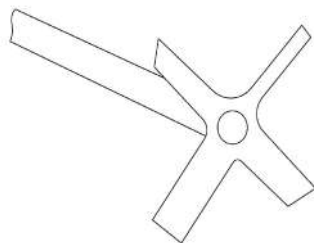

Рис. 66. Пропеллерная четырехлопастная мешалка
10. **Пропеллерная четырехлопастная мешалка** (рис. 66) — стандартный лабораторный элемент для верхнего электрического или ручного привода. Вал мешалки вставляется в привод и вращается, обеспечивая эффективное перемешивание сред в сосуде. Это могут быть различные жидкости, или жидкости и сыпучие ингредиенты приготавливаемого раствора. Мешалка подходит для средних и высоких скоростей и сред с низкой вязкостью. Мешалка состоит из стального вала, к концу которого прикреплены 4 небольшие лопасти, повернутые к оси вала под разными углами. Диаметр мешалки делает ее оптимальным инструментом для приготовления растворов или эмульсий в лабораторных сосудах. Вал и лопасти изготовлены из нержавеющей стали.